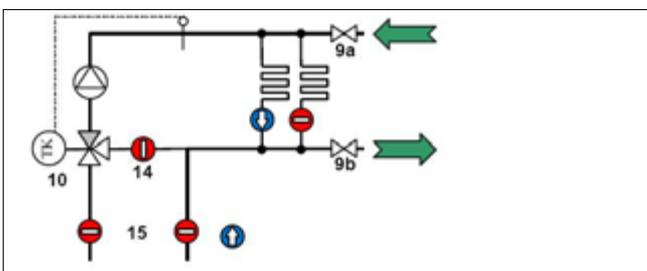

Fig. 8-4
7. Per riempire e sciacquare i circuiti di riscaldamento, collegare il flessibile di carico alla valvola di carico/scarico sulla mandata (9a, Fig. 8-4) e il flessibile di scarico alla valvola di carico/scarico sul ritorno (9, Fig. 8-4).